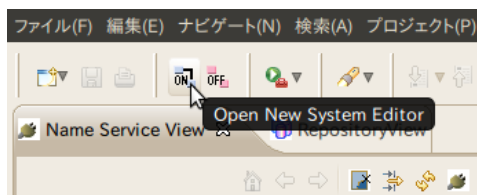

図 4.5.1 Open New System Editor
3.10.3 章と同様に、図 4.5.1 のように「Open New System Editor」のボタンをクリックして、System Diagram を開きます。